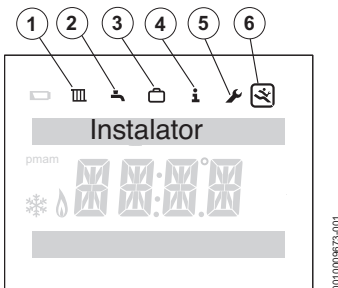

Fig. 13 Afișaj de meniu pentru instalator
- Apăsați tasta **meniu** și tasta , până când meniul principal este afișat cu meniu de service (→ Fig. 13).